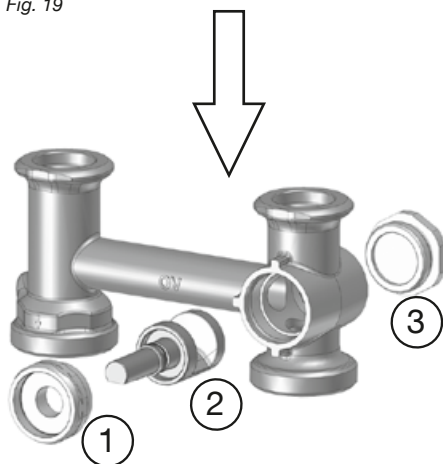

Fig. 20
5. Verificare l'allineamento del mandrino sulla valvola miscelatrice. La superficie piatta del mandrino **deve puntare verso il basso e deve essere allineata orizzontalmente** (fig. 20). In questa posizione, la mandata viene chiusa dal mandrino della valvola miscelatrice.